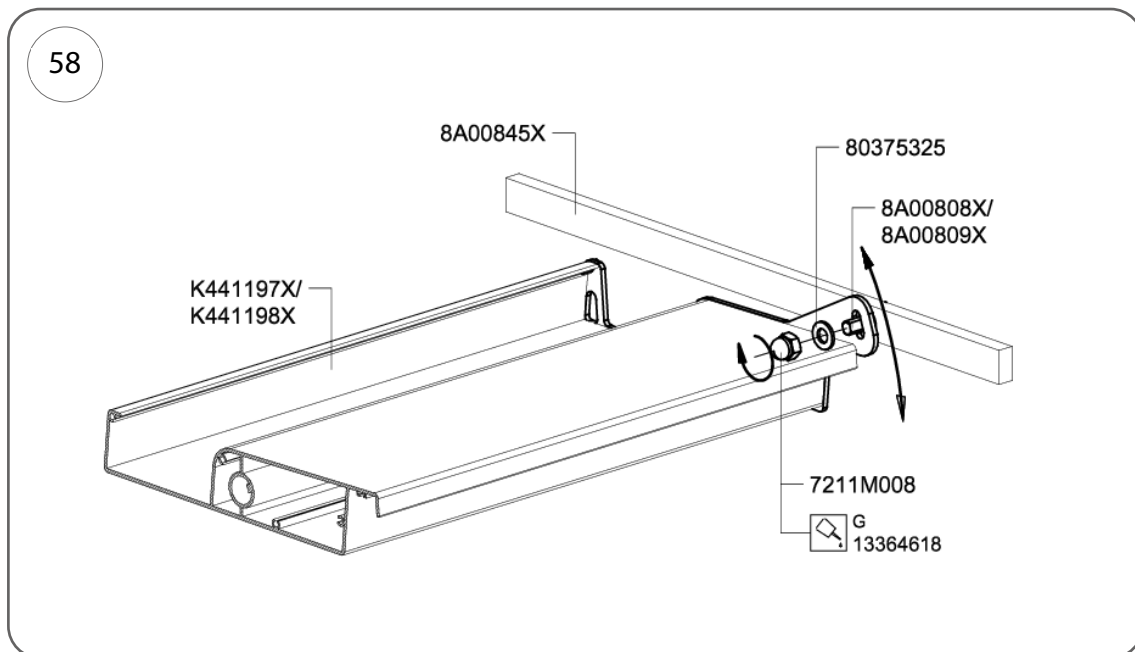

Abb. 58
4. In der geschlossenen Endposition die gegenseitige Passgenauigkeit der Lamellenprofile prüfen. Eventuelle Unebenheiten des Daches mithilfe des in Abb. 58 dargestellten Verstellsystems ausgleichen. Nach der Ausrichtung des Daches die Position der Lamellen durch Anziehen der Sicherungsmutter (Kat.-Nr. 7211M008) arretieren. Das Gewinde mit Gewindedichtmittel (Kat.-Nr. 13364618) versiegeln.